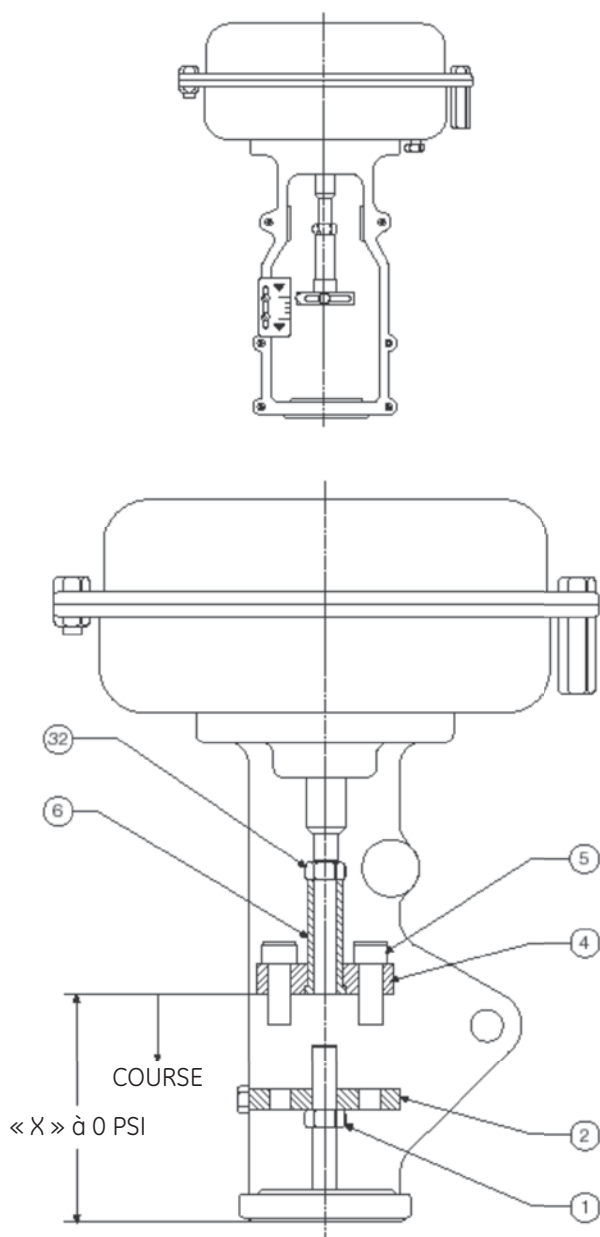

Figure 15 Actionneur de type 87
- F. À l'aide des écrous de tige (1), dévisser la tige de clapet jusqu'à ce que ce dernier touche le siège.
- G. Manœuvrer l'actionneur par commande pneumatique ou avec le volant de commande manuelle pour relever et dégager le clapet du siège. Dévisser la tige de clapet d'un tour complet et bloquer la tige avec le ou les écrous (1) contre l'accouplement de tige ou la bride de tige (2 ou 6).
- H. Aligner l'échelle de course (9) avec l'indicateur et vérifier que l'actionneur fonctionne correctement.
- B. Mettre en place les accouplements de tige supérieur et inférieur (2 et 4) puis remonter les deux vis à tête six pans creux (5). Tourner la tige de clapet le plus à fond possible sur la partie inférieure du dispositif d'accouplement de tige (2 ou 6). Se reporter aux Figures 15 et 16 pour le positionnement des accouplements de tige.
Remarque : Actionneurs tailles 3 et 6 – Visser la tige de clapet dans celle de l'actionneur (10) au travers de la bride de tige (2). Selon la longueur de la tige, il peut s'avérer nécessaire d'abaisser progressivement l'actionneur vers l'avant du corps de vanne tout en vissant la tige de clapet dans celle de l'actionneur. Se reporter à la Figure 15 pour le positionnement des accouplements de tige sur la taille 6.
- D. À l'aide des écrous de tige (1), dévisser la tige de clapet jusqu'à ce que ce dernier touche le siège.